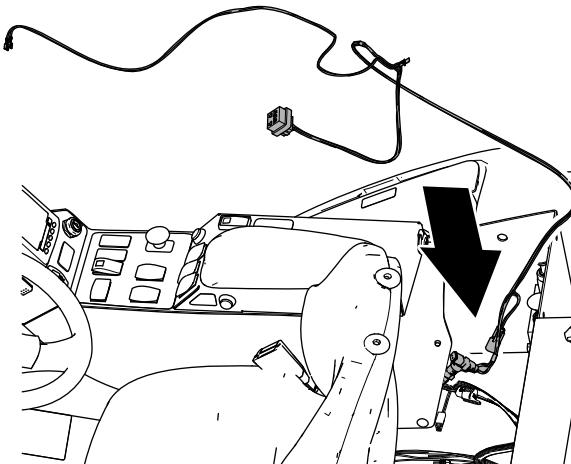

Figure 6
1. Placez le faisceau du kit derrière le siège et la console de commande, comme montré à la Figure 6.